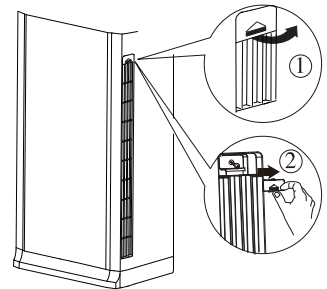

Fig. 1
Aprire i tappi a vite su entrambi i lati in base alla direzione ① in fig.1. Rimuovere le viti su entrambi i lati del pannello con un cacciavite.